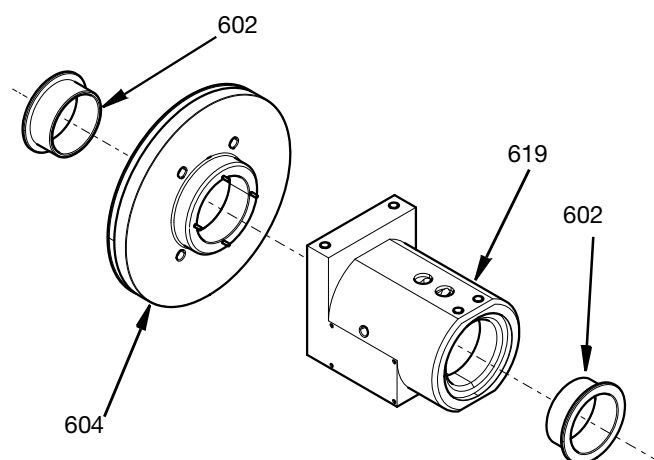

FIG. 21
1. Tragen Sie ein leichtes Schmiermittel auf alle Dichtungen und O-Ringe auf, bevor Sie diese auf die Innenteile des Schwenkgehäuses montieren. Flanschlager (602) in Schwenkgehäuse (619) und Lagergehäuse (604) einsetzen. Siehe FIG. 21.